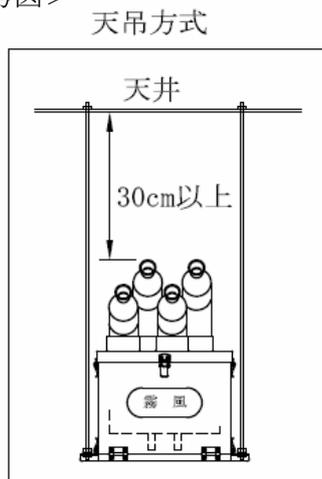
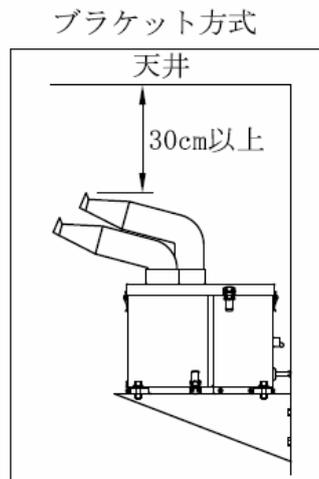
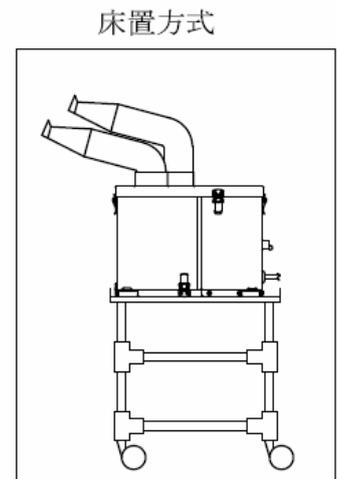

図 4
図 5
図 6
①加湿器本体の取付(図 4～6)
加湿器本体に給水された状態で重量が12kgになりますので、それに耐えられる取付場所と適正な取付金具の選定を行ってください。天吊方式(図4)の場合には吊りボルトを、ブラケット方式(図5)ではブラケットを、床置き方式(図6)ではラック等を準備してください。